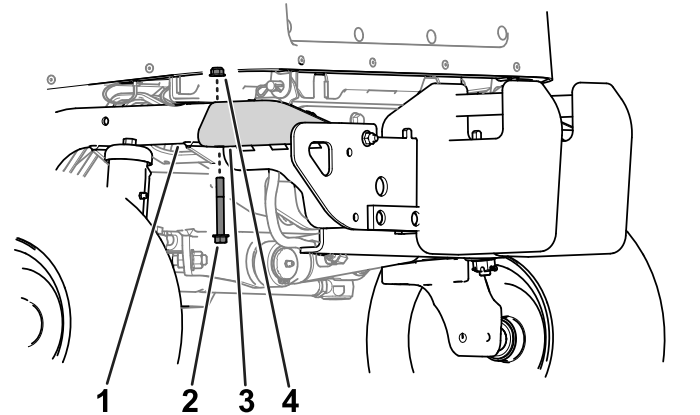

Bild 15
1. Entfernen Sie die Bundkopfschraube (3/8" x 3") und die Bundmutter (3/8"), mit der die Stoßstange auf jeder Seite am hinteren Rohrrahmen befestigt ist (Bild 15).